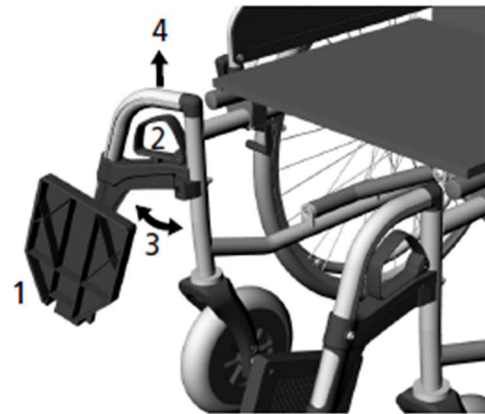

fig. 9
2. Tire de la empuñadura de bloqueo hacia arriba (2, fig. 9).
3. Gire el reposapiés hacia un lado (3, fig. 9).
4. Si desea retirar el reposapiés, sujételo por la parte horizontal del tubo y tire del reposapiés hacia arriba para sacarlo de la guía (4, fig. 9).